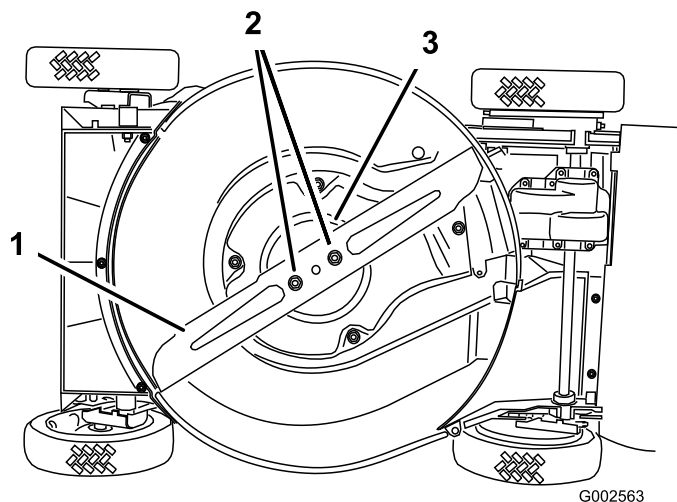

Figura 33
4. Vuelque el cortacésped hacia su lado **derecho** (Figura 33).
Sujete el extremo de la cuchilla usando un paño o un guante grueso. Retire las tuercas de la cuchilla, el protector de césped y la cuchilla (Figura 33).
5. Retire las 2 tuercas de la cuchilla, el protector de césped y la cuchilla (Figura 33).